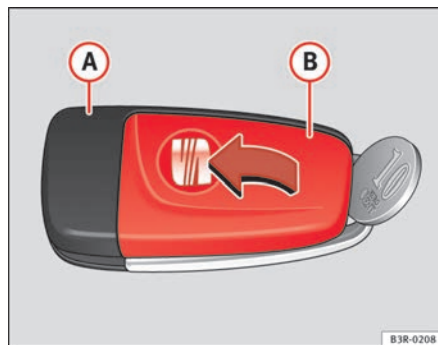

Fig. 68 Chiave principale:
- Separare **con cautela**, facendo leva con una moneta, la parte della chiave ⇒ fig. 68 **A** ed la copertura **B**.